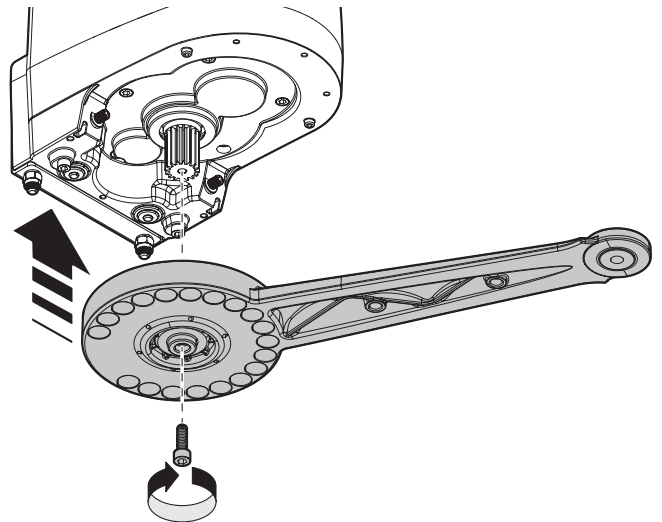

Abb.16
05. An diesem Punkt den Arm wieder am Motor anbringen **Abb. 16**;